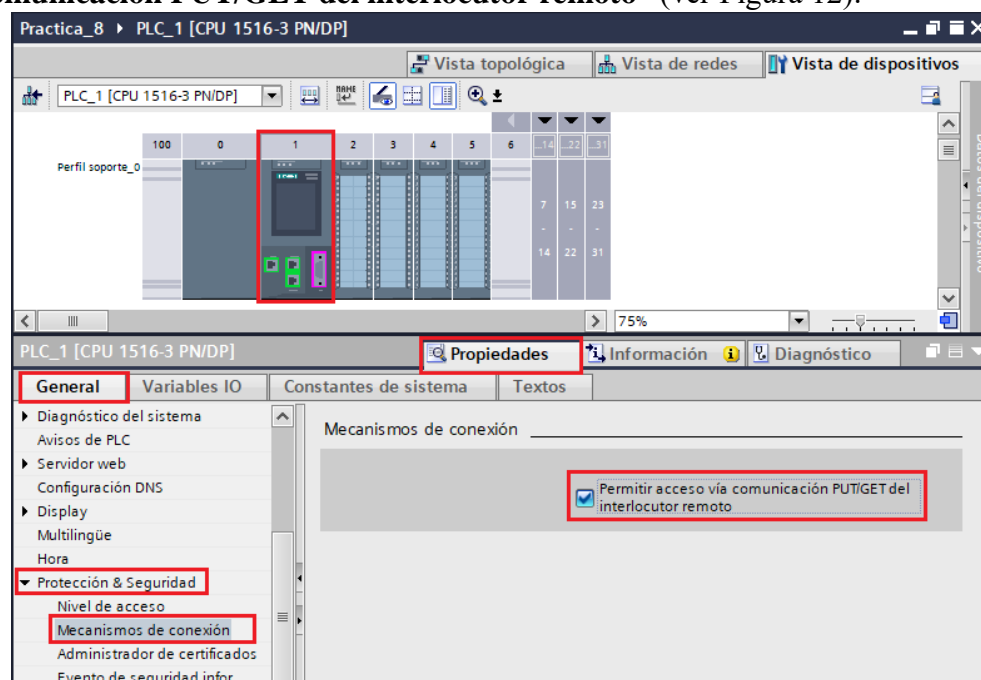

Figura 12. Permitir acceso vía comunicación PUT/GET.
- También se debe activar la opción “Accesos vía PUT/GET del interlocutor remoto”, para ello ubicarse en “Protección y seguridad” / “Mecanismo de conexión” y activar “Permitir acceso vía comunicación PUT/GET del interlocutor remoto” (ver Figura 12).